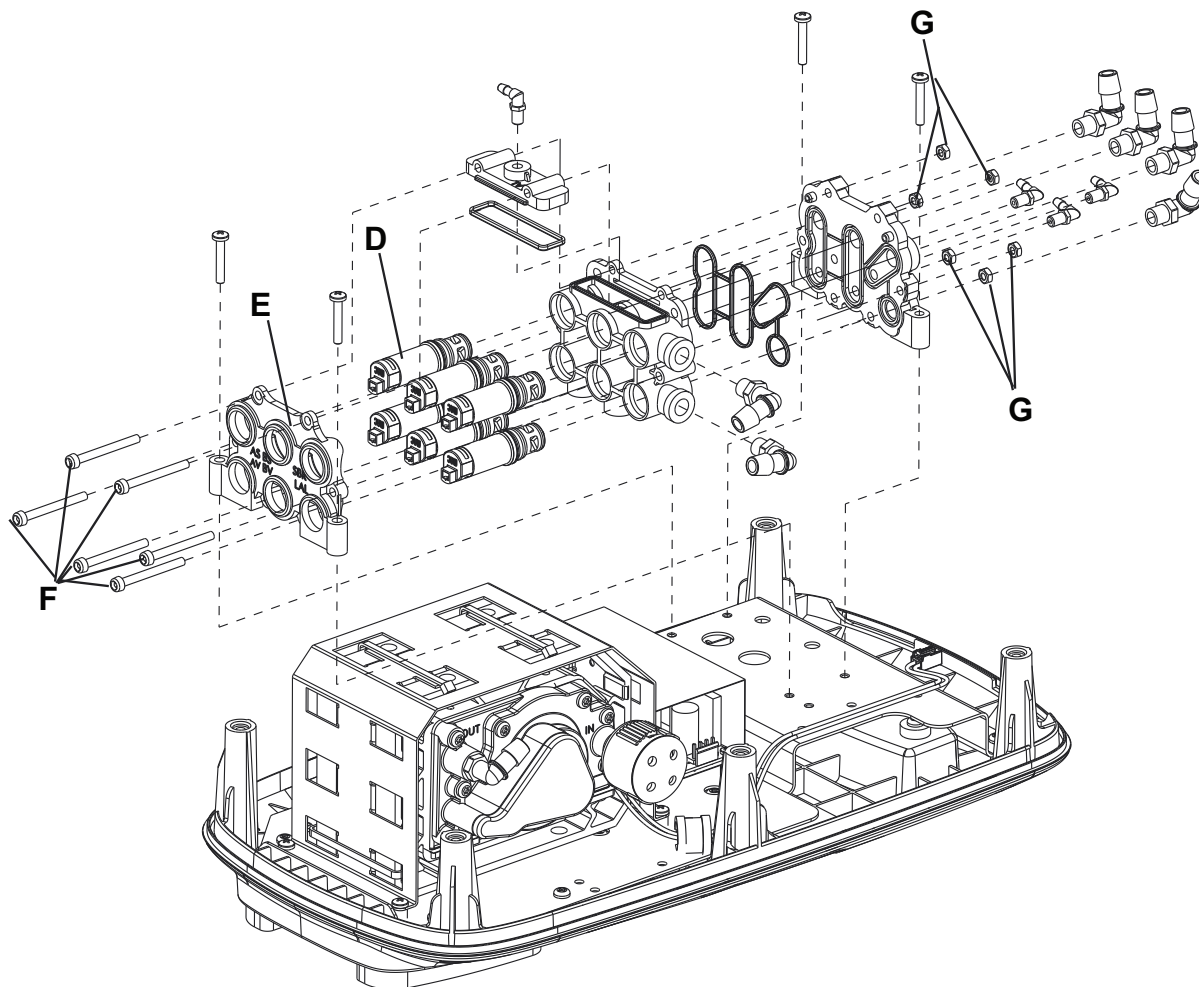

Figure 30 – Électrovanne
2. À l'aide d'un tournevis hexagonal de 3 mm, retirer les six boulons (F) et les écrous (G) qui fixent les six électrovannes (D) à l'ensemble de collecteur de pompe (Figure 30). Chaque écrou fixe le collecteur de pompe pour empêcher le collecteur de pompe de tourner. Conserver les boulons et les écrous.